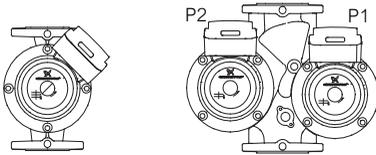

图3 标准位置
附录中的图3到5显示了各种操作模式下可能的连接和选择器开关的设置：
- 图3：交替运行。